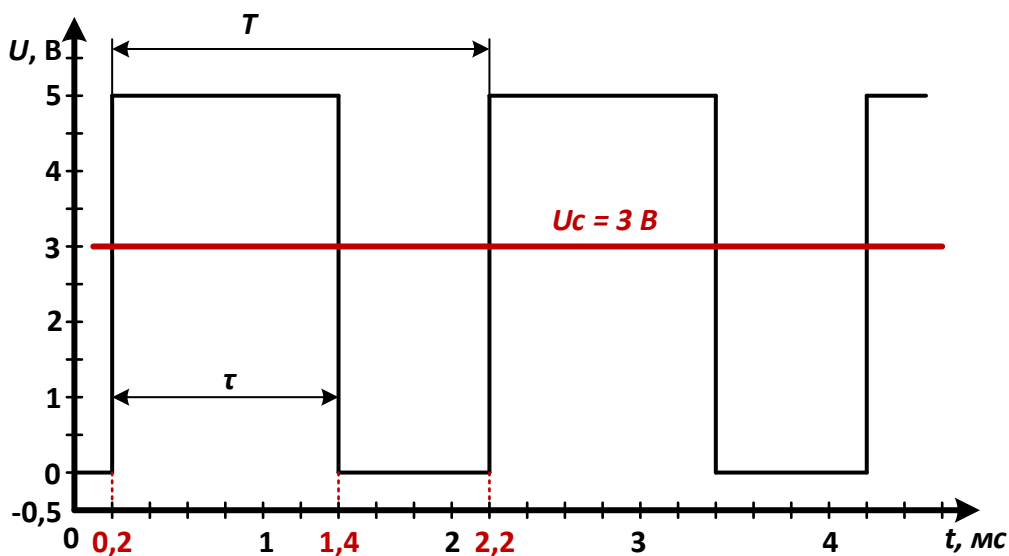

Рисунок 10.1 — Послідовність прямокутних імпульсів
**Широтно-імпульсна модуляція**, ШІМ (англ. pulse-width modulation, PWM) — процес керування тривалістю високочастотних імпульсів за законом, який задає низькочастотний сигнал. Найчастіше ШІМ використовується для керування живленням різних пристроїв, адже середнє значення напруги імпульсної послідовності залежить від її коефіцієнту заповнення  $D$  (англ. Duty cycle), тобто відношення тривалості імпульсу  $\tau$  до періоду їх слідування  $T$ , рис. 10.1:
100%. Також використовується поняття шпаруватість  $Q$  (рос. скважность) — це відношення періоду до тривалості імпульсу, тобто величина обернена до коефіцієнту заповнення. Так, наприклад, для зображеної на рис. 10.1 прямокутної послідовності  $T=2$  мс,  $\tau=1,2$  мс, відповідно  $D=1,2/2=0,6$  або ж 60%. Відповідно середня значення напруги  $U_{сер}$  складе 60 % від амплітудного, в даному випадку 5 В: